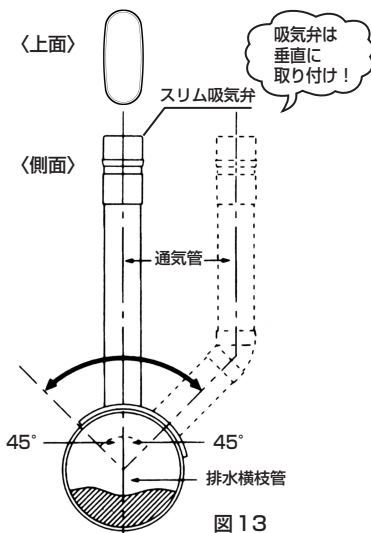

図13
- 排水横枝管から通気管を取り出す場合は、排水管断面垂直中心線上部から45°以内の角度で取り出してください。(図13)